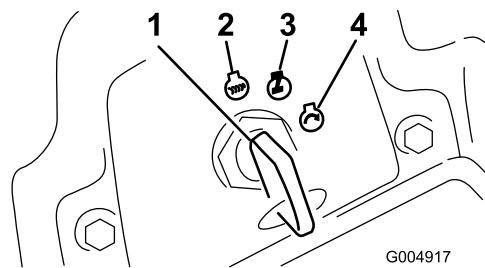

Figura 16
6. Girate la chiave di accensione in senso orario, in posizione di marcia (Figura 16).
- 3. Girate la chiave di accensione in posizione Off (Figura 16). Attendete che tutte le parti in movimento si siano fermate, prima di lasciare il posto di guida.